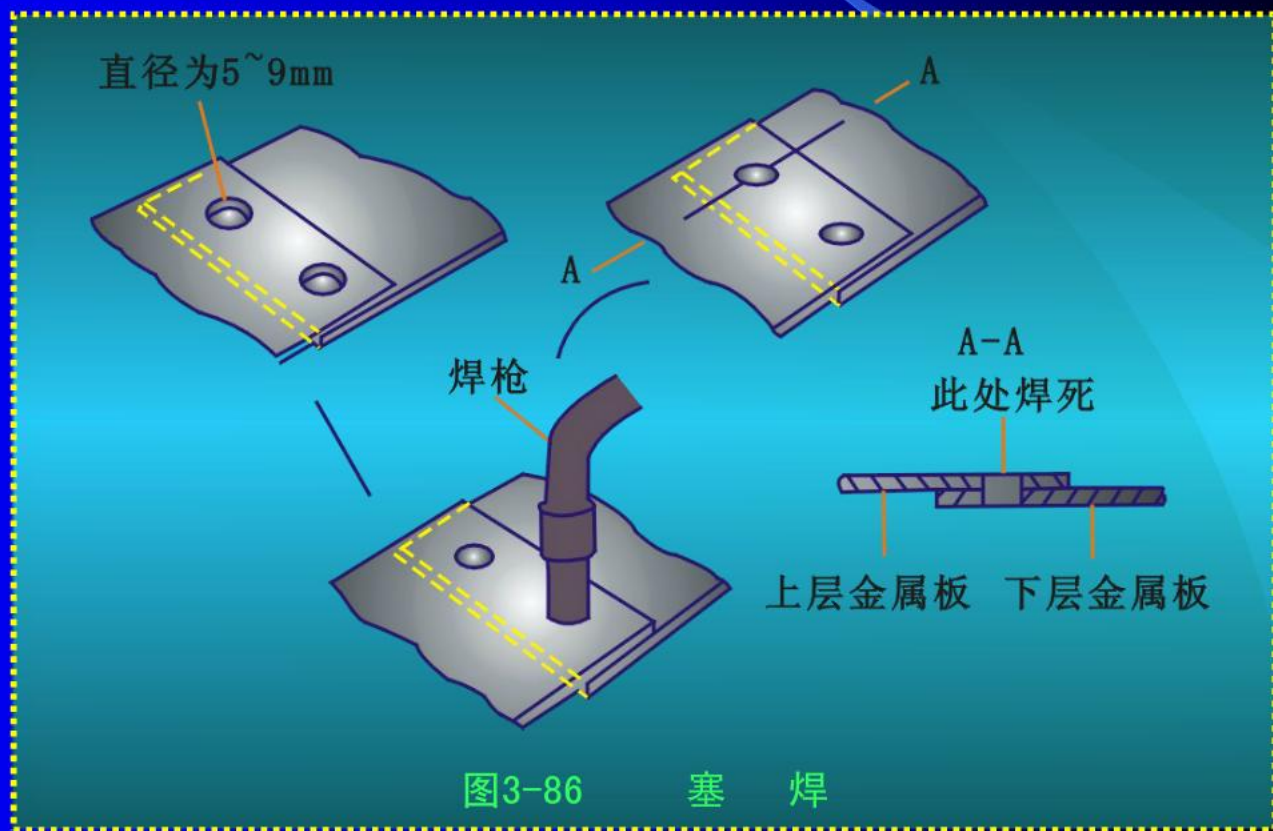

图3-86 塞 焊
(3) 塞焊：两块金属板叠在一起，在其中一块板上有通孔，将电弧穿过此孔并被熔化金属所填满而形成的焊点称为塞焊，如图3-86所示。
(4) 点焊：点焊法是送丝定时脉冲被触发时，将电弧引入被焊的两块金属板，使其局部熔化的焊接形式